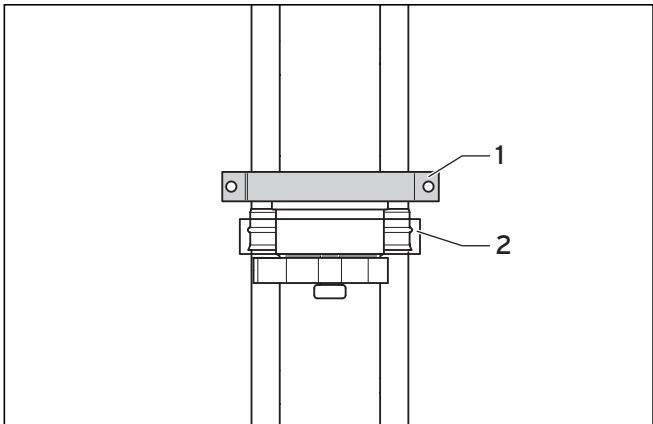

Рис. 4.77 Укорачиваемый удлинитель с кронштейном на наружной стене
- Необходим дополнительный стенной кронштейн (1) для того, чтобы система не отделялась и не ослаблялась из-за ветровой нагрузки.
- Смонтируйте непосредственно над укорачиваемым удлинителем дополнительный стенной кронштейн (1), как это показано на рис. 4.77.